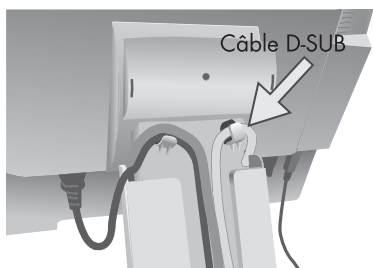

Figure 8
- Tenez les câbles fermement et placez la gaine de câble sur le support (Figure 8). Pour enlever la gaine de câble, soulevez le gaine tel qu'indiqué à la (Figure 9).